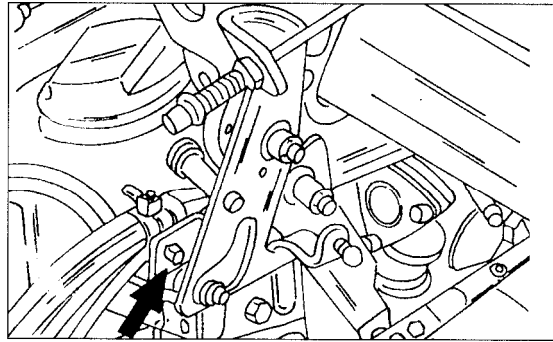

Bild 19
- An der Seite des Zylinderkopfes das Kabelbündel für die Einspritzventile von der Befestigungsschelle an der Zylinderkopfhaube (1) lösen.
- Unter Bezug auf Bild 19 das Klebband der Kabel an der Pfeilstelle entfernen, um die Kabel freizulegen.
- Die Zylinderkopfhaube (1) abschrauben und die Dichtung (2) abnehmen. Die Dichtung muss immer erneuert werden.
- Der Einbau der Zylinderkopfhaube geschieht in umgekehrter Reihenfolge wie der Ausbau, unter Verwendung einer neuen Dichtung (2). Kontrollieren, dass die Dichtung (2) sowie die Abdichtung (8) einwandfrei sitzen. Die Schrauben der Zylinderkopfhaube mit 9 Nm anziehen. Den Zwischenflansch am Ansaugrohr mit 7 Nm befestigen. Nach fertigem Zusammenbau den Ölstand im Motor kontrollieren und ggf. berichtigen. Den Motor anlassen und die Verbindungsstellen am Zylinderkopf auf Ölleckstellen kontrollieren.